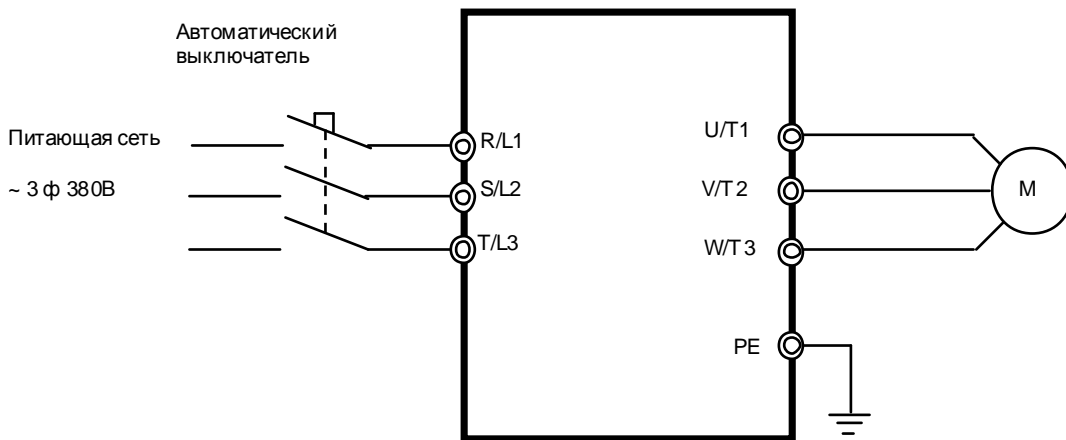

Рис. 8.2 Схема подключения ПЧ
8.2. Подключить проверяемый преобразователь частоты по схеме, приведенной на рис.8.2.